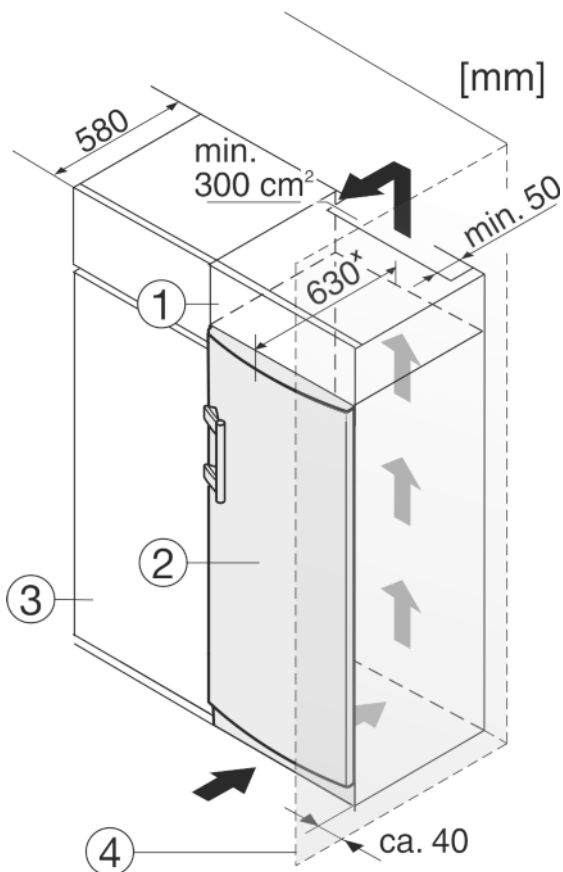

Fig. 8
Устройство может быть окружено кухонными шкафами. Чтобы уравнять устройство Fig. 8 (2) по высоте с кухонной стенкой, можно установить над устройством дополнительный шкафчик Fig. 8 (1).
При комбинировании с кухонными шкафами (глубина макс. 580 мм) устройство можно установить непосредственно рядом с кухонным шкафом Fig. 8 (3). Устройство выступает сбоку на 34 мм\* и по центру на 50 мм\* относительно передней стенки кухонного шкафа.
Если устройство установлено на шарнирах у стены Fig. 8 (4), то расстояние между устройством и стеной должно быть не менее 40 мм. Настолько выступает ручка при открытой дверце.